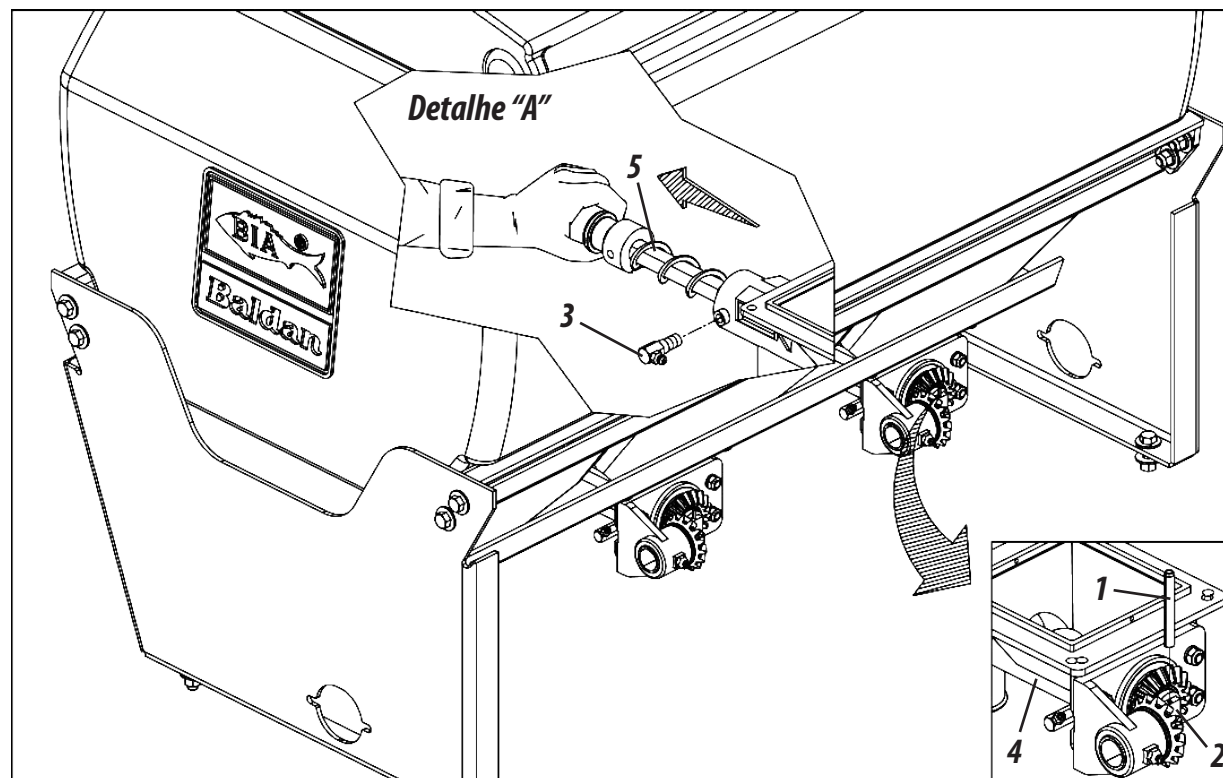

Figura 57
LIMPEZA DO CONDUTOR TRANSVERSAL (FIGURA 57)
- 1- Tire o pino elástico (1) do eixo (2) e o parafuso (3) do canhão distribuidor (4). Em seguida, puxe o eixo (5) para trás, **conforme mostra o detalhe "A", figura 57.**